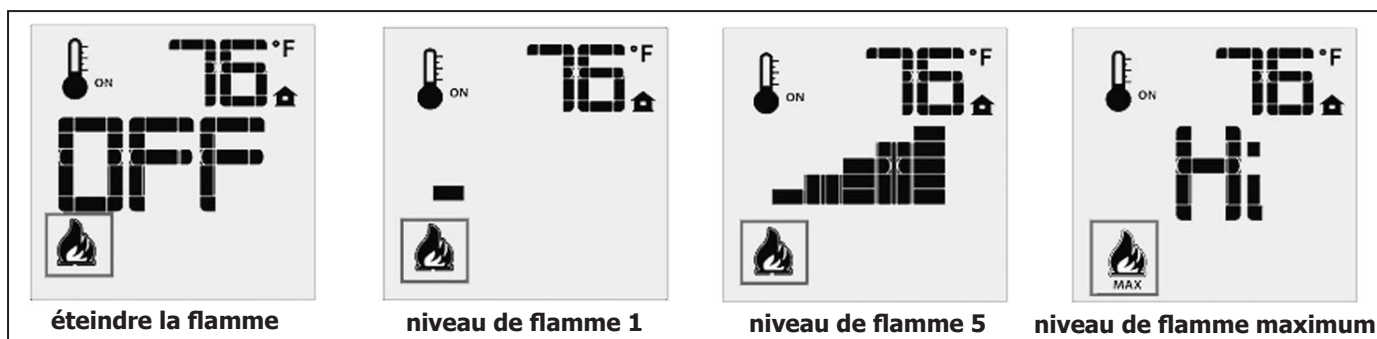

Figure 13: Niveaux de flamme de la télécommande
Le Proflame 2 GTMF a six (6) niveaux de flammes. Une fois le système allumé, appuyer sur la flèche vers le bas diminuera de un niveau les flammes, jusqu'à ce que la flamme soit éteinte. Si vous appuyez sur la flèche vers le haut lorsque le système est allumé mais les flammes sont éteintes, la flamme s'allumera au maximum (référez-vous à la Figure 13). Un seul bip confirme la réception de la commande.